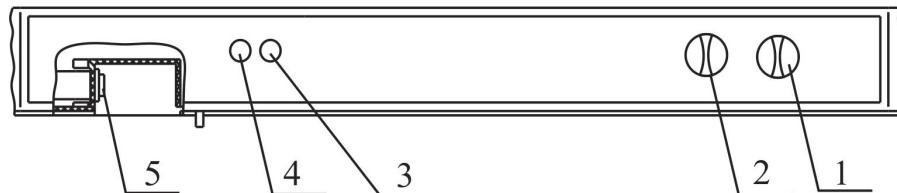

Рис. 2 Схема расположения приборов управления и сигнализации
6.1 Включение и отключение холодильника производится штепсельной вилкой сетевого шнура (не рекомендуется тянуть за сетевой шнур). Загоревшаяся зеленая лампа 2 (рис.2) на панели свидетельствует о том, что холодильник включен в электросеть. Желтая индикаторная лампа 3 горит при работе холодильника в режиме замораживания.
6.2 Температурный режим в камерах устанавливается путем поворота ручек терморегуляторов, расположенных на передней панели холодильника (рис.2), где:
6.3 Если Вы хотите сократить время замораживания продуктов, то можете использовать режим замораживания. Режим замораживания включается нажатием клавиши переключателя 5 (рис.2) . При этом на панели загорается индикаторная лампа 3 (рис.2).
**ВНИМАНИЕ !** Не позднее 24 часов после загрузки последней партии продуктов переведите холодильник в режим хранения, нажав клавишу переключателя 5, при этом индикаторная лампа 3 (рис.2) гаснет.